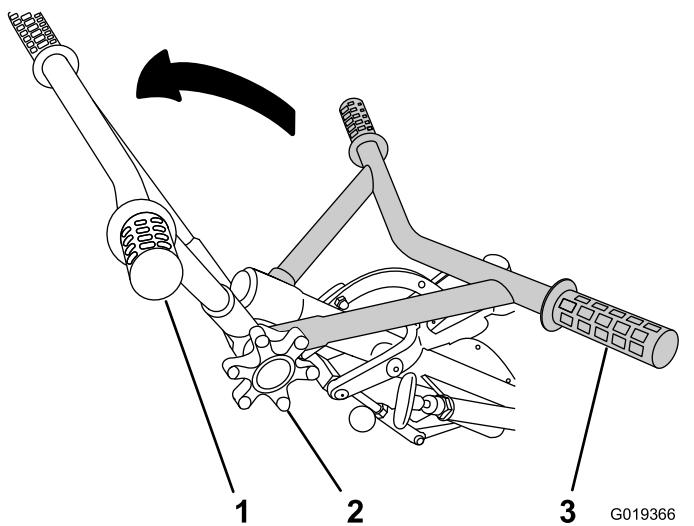

Figure 11
- Placez le guidon dans la position voulue et tournez le bouton de réglage dans le sens horaire pour resserrer le guidon (Figure 11).